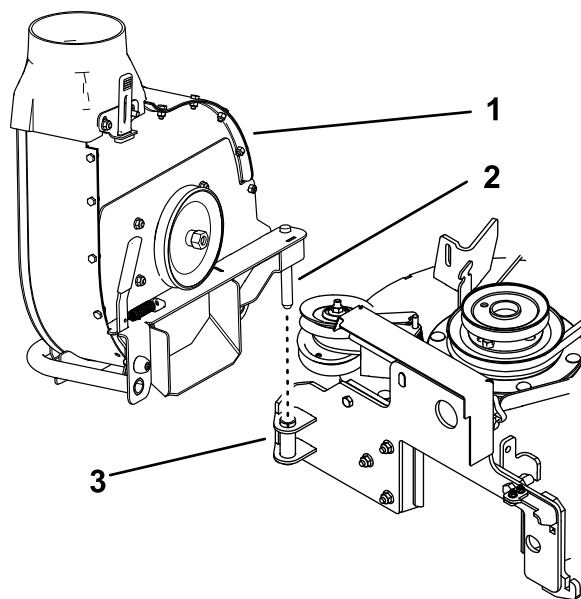

Figura 4
2. Inserite il perno dal gruppo soffiatore nella staffa del supporto del soffiatore, come illustrato nella Figura 4. Non bloccate il soffiatore sul suo supporto.